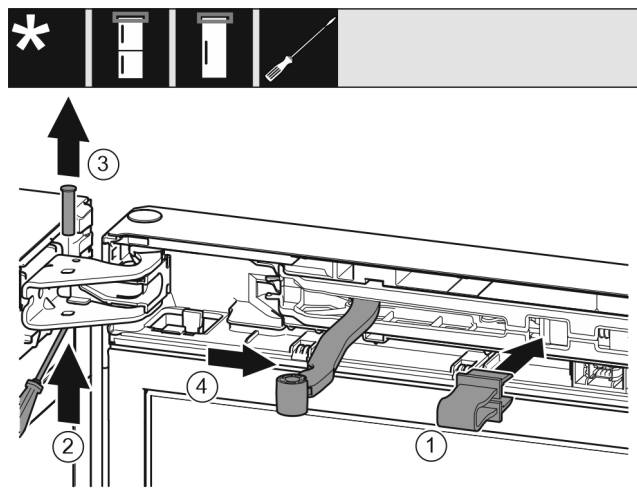

Fig. 9
- Enclencher la fixation Fig. 9 (1) dans l'ouverture.
- Dévisser l'axe Fig. 9 (2).
- Retirer l'axe Fig. 9 (3) par le haut.
- Tourner la jointure Fig. 9 (4) en direction de la porte.